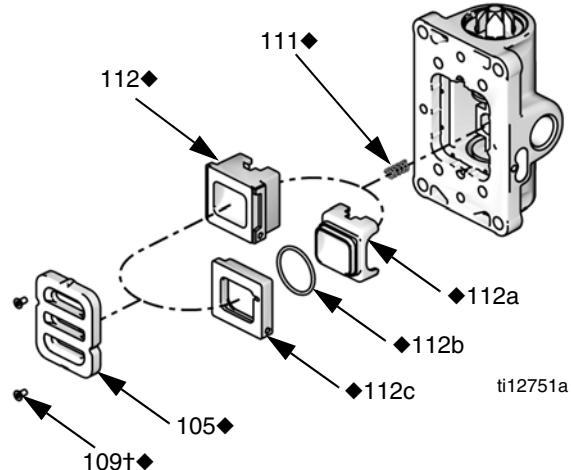

FIG. 5 : Démontage de la plaque d'air
2. Consultez la FIG. 5. Utilisez une clé hexagonale de 2 mm ou 5/64 pour retirer les deux vis (109†◆). Retirez la plaque de vanne (105)◆.